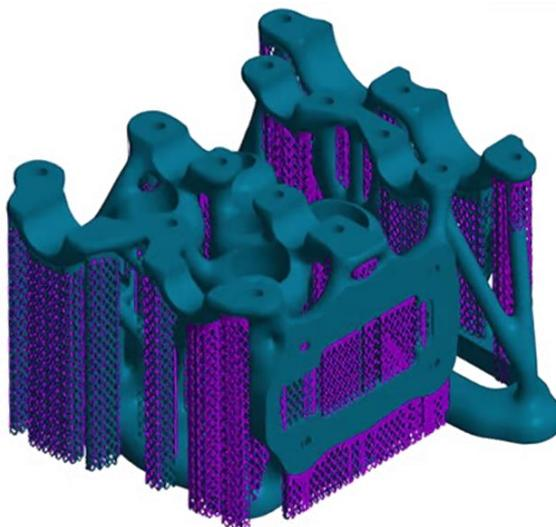

Рисунок 6.6 Поддержки в Netfabb
- Опорные конструкции Netfabb (Рисунок 6.6).*